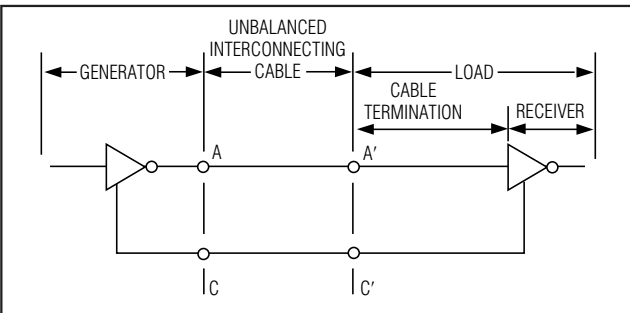

図12. 標準的なV.28及びV.10インタフェース
V.28インタフェースは、非平衡型のシングルエンドインタフェースです(図12)。V.28ドライバは、A'とC'の間
V.10インタフェース(図12)は、450Ω負荷を駆動する能力を持った非平衡型シングルエンドインタフェースです。V.10ドライバは無負荷時にA'とC'の間に±4V(min)のVODO電圧を生成し、450Ω負荷時には最小±0.9 × VODO電圧を生成します。V.10のレシーバ入力トリップスレッショルドは+300mV~-300mVの間に定義され、入力インピーダンス特性は図13に示されています。